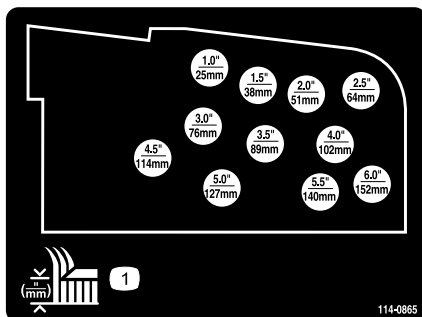

Bild 25
6. Montieren Sie die Schnitthöhenketten im gewünschten Schnitthöhenloch (Bild 25) und befestigen Sie sie mit dem Splint und dem Lastösenbolzen.